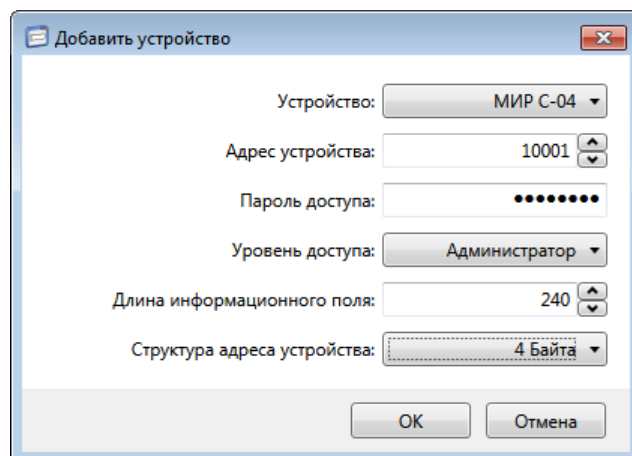

Рисунок 9.18 – Добавление счетчика в канал связи
9.5.5.5 В появившемся окне указать тип устройства, которое требуется подключить, указать адрес устройства, указать уровень доступа *Администратор*, ввести пароль администратора и нажать кнопку *OK* (рисунок 9.18).